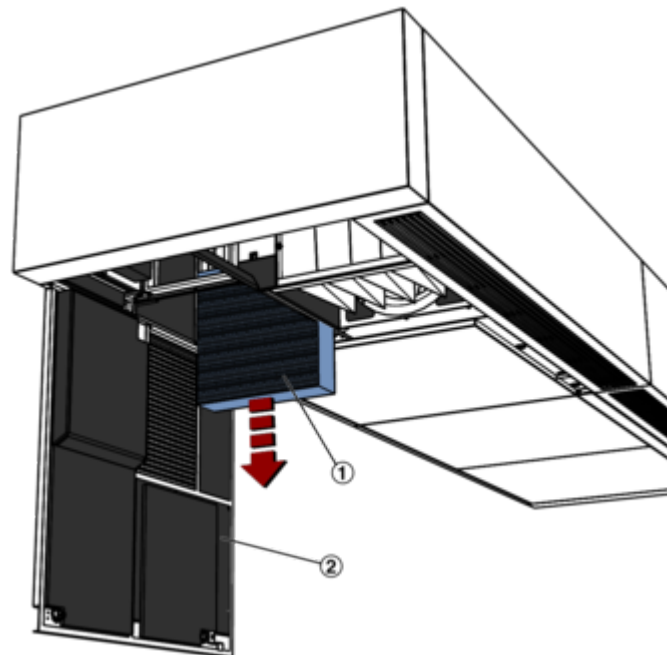

Abb. 84: Abluftfilter
- ▶ Den Revisionsdeckel (Abb. 84/2) des Lüftungsgerätes öffnen → Kapitel 9.2 „Revisionsdeckel öffnen/schließen“ auf Seite 53.
7. ▶ Am Abluftfilter (Abb. 84/1) die Sicherungslasche öffnen und den Filter nach unten herausziehen.